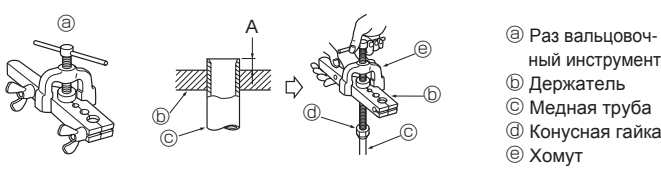

Fig. 5-6
5.2.4. Развальцовка (Fig. 5-6)